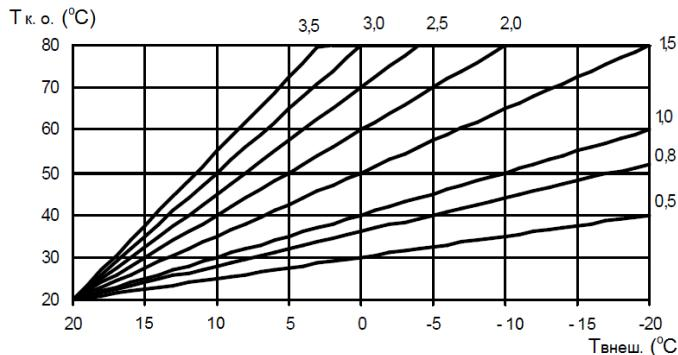

Рис. 3 График зависимости температуры в контуре отопления от внешней температуры при комнатной температуре 20 °C
- с помощью изменения значений коэффициента рассеивания (параметр Р20) подобрать наиболее оптимальную температуру теплоносителя в контуре отопления (см. рис. 3)